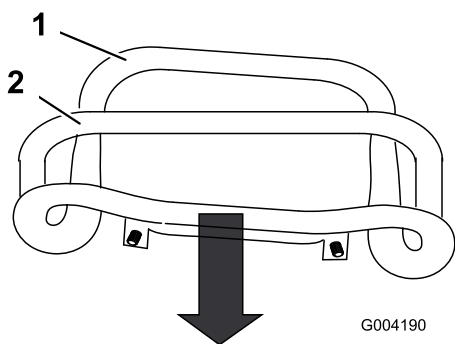

Figure 53
3. Tirez la commande de déplacement tout droit en arrière pour mettre l'avant en contact avec la barre de référence (Figure 53).